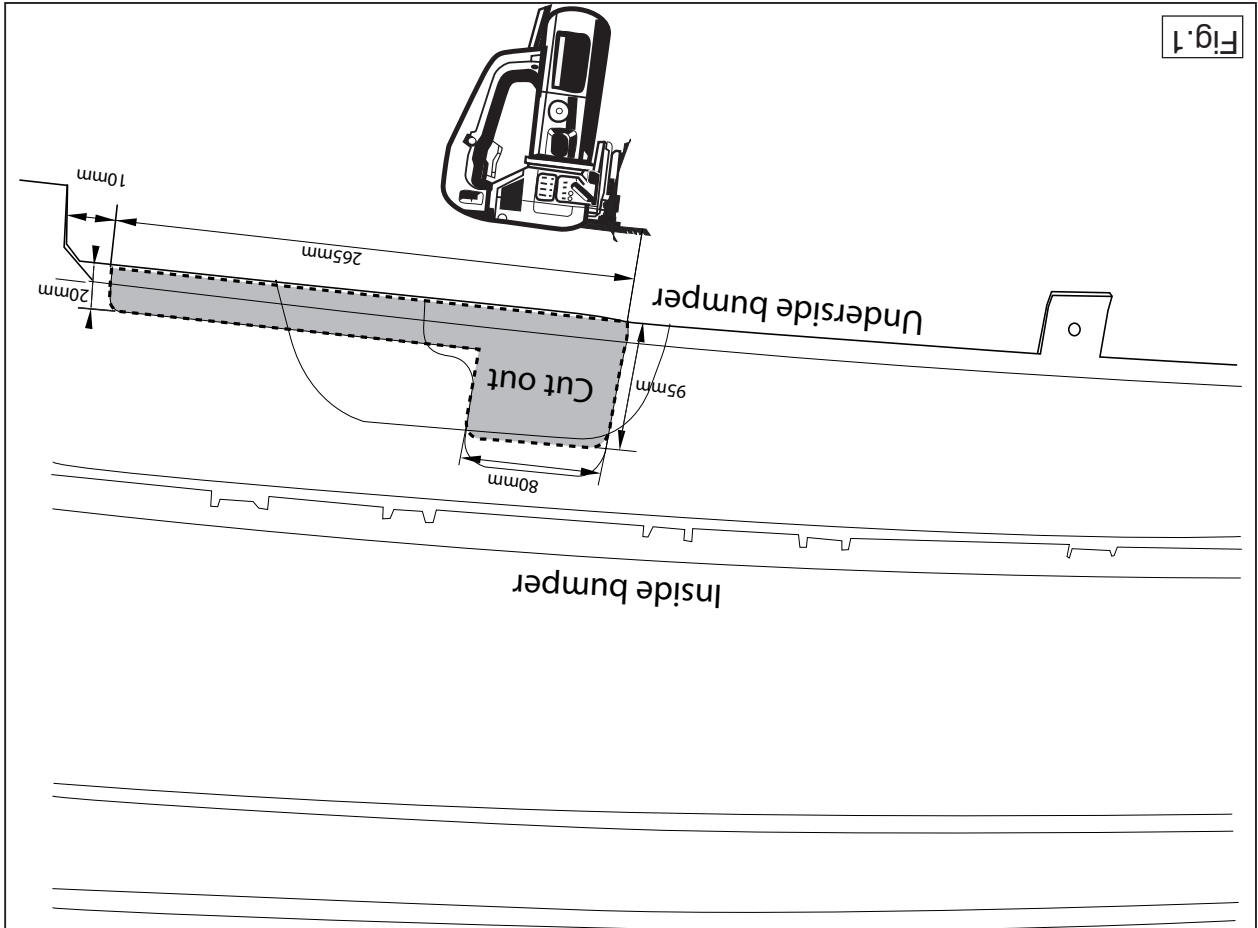

Fig.1
- 2 S40+V50: Saw a section out of the middle of the underside of the bumper as shown in fig 1.
- 2 **S40+V50:** Auf der Unterseite der Stoßstange einen Teil aus der Mitte gemäß Abbildung 1 herausschneiden.